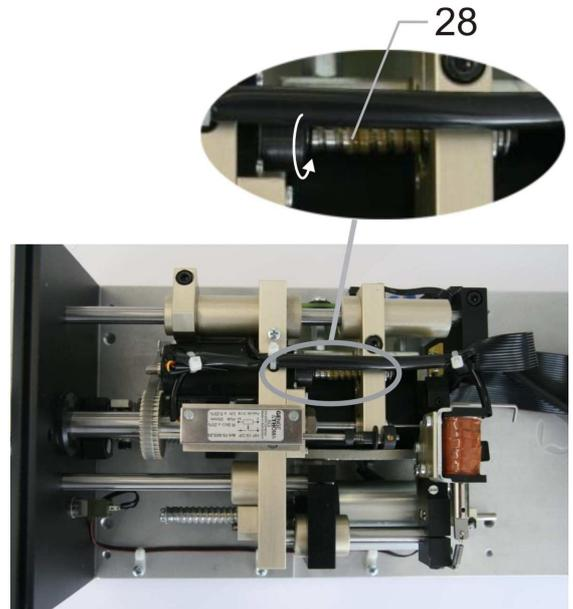

Figure 21. Ouvrir les porte-couteaux
- Ouvrez les porte-couteaux en tournant la broche filetée (28) dans le sens antihoraire.
- Avancez le manchon en laiton (30) jusqu'à ce que son grand diamètre touche le mandrin du dispositif de centrage (Figure 21 + Figure 22).